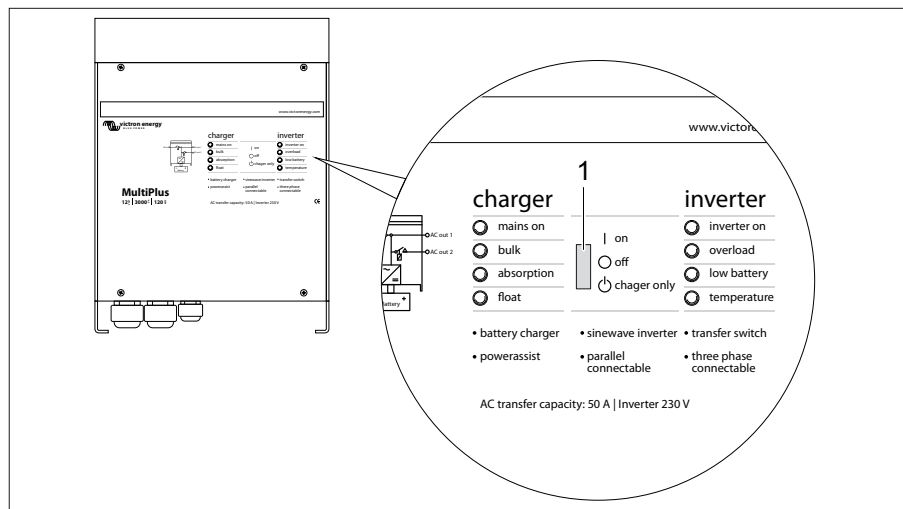

Fig. 260 Invertitore MultiPlus
Per il corretto funzionamento del pannello Digital Multi Control, l'interruttore a levetta dell'invertitore MultiPlus (Fig. 260,1) deve trovarsi in posizione "on".
Posizioni dell'interruttore a levetta (Fig. 260,1)
- ▷ Se il veicolo non viene utilizzato per un lungo periodo in assenza del collegamento a 230 V, l'interruttore a levetta (Fig. 260,1) deve trovarsi in posizione "off". In caso contrario le batterie possono scaricarsi dopo 3-4 giorni.